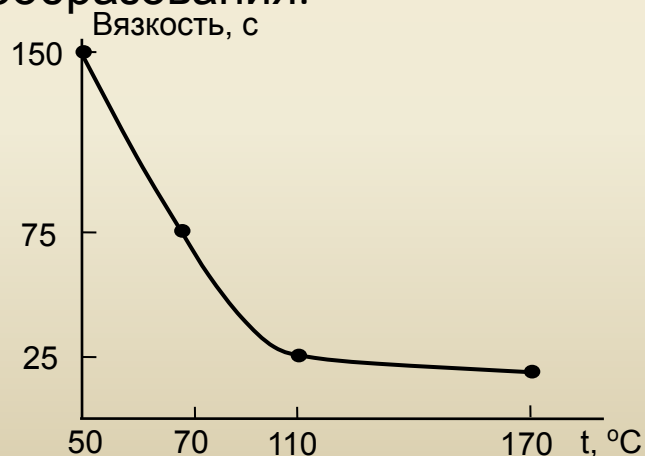

Рис. 5. Влияние нагревания ЛКМ на его вязкость
**Влияние температуры.** При нагреве ЛКМ вязкость и поверхностное натяжение снижаются (рис. 5), что позволяет снижать расход растворителя на 40 %, применять исходные материалы с высокой вязкостью, работать при более низких давлениях воздуха. Оптимальная температура нагрева ЛКМ определяется его природой.